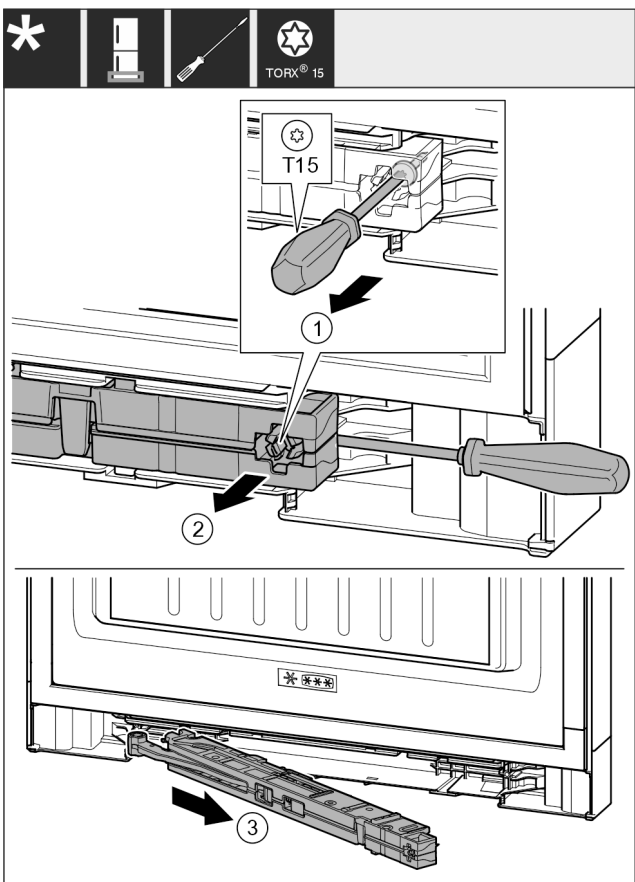

Fig. 18
- Schroef Fig. 18 (1) op sluitdemperunit met een schroevendraaier 14 mm losdraaien.
- Hef de sluitdemperunit Fig. 18 (2) aan de greepzijde naar voren met een schroevendraaier.
- Sluitdemperunit Fig. 18 (3) uittrekken.